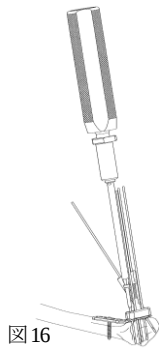

図 16
- 16) 遠位六角 2.5 中空ドライバーの後端にトルクリミッター付きハンドル 1.5 を接続し、1.3 ガイドピンを介して、軸芯を傾けないよう、選択した長さのロッキングスクリュー/ピンを挿入します。(図 16)